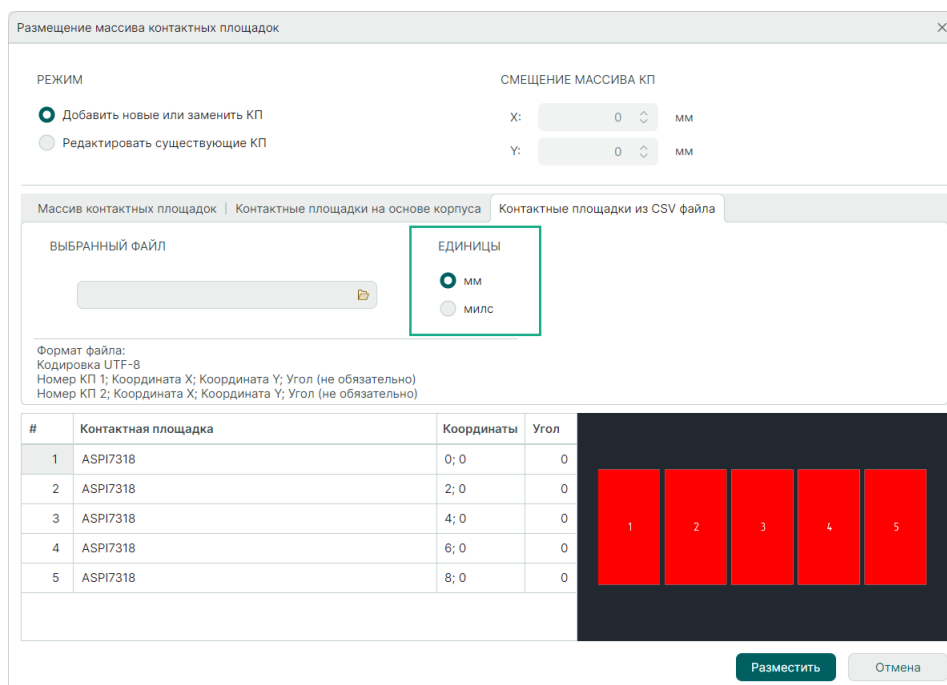

Рис. 105 Изменение единиц измерения
4. При необходимости измените используемые единицы с помощью переключателя «Единицы», см. Рис. 105.